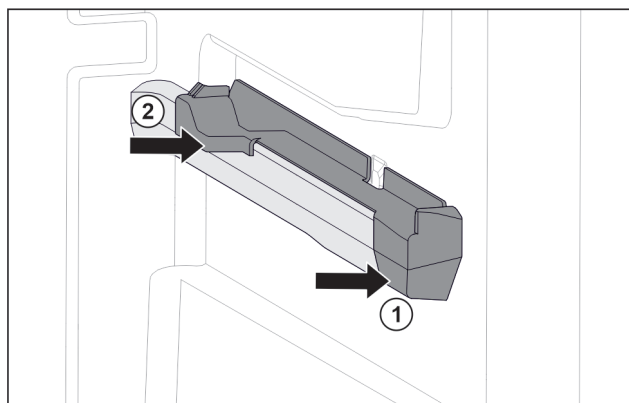

Fig. 103 Elemento inseribile sulla nervatura destra del contenitore
- ▶ Posizionare l'elemento inseribile sulla parte anteriore della nervatura del contenitore. Fig. 103 (1)
- ▶ Premere l'elemento inseribile sulla parte posteriore. Fig. 103 (2)